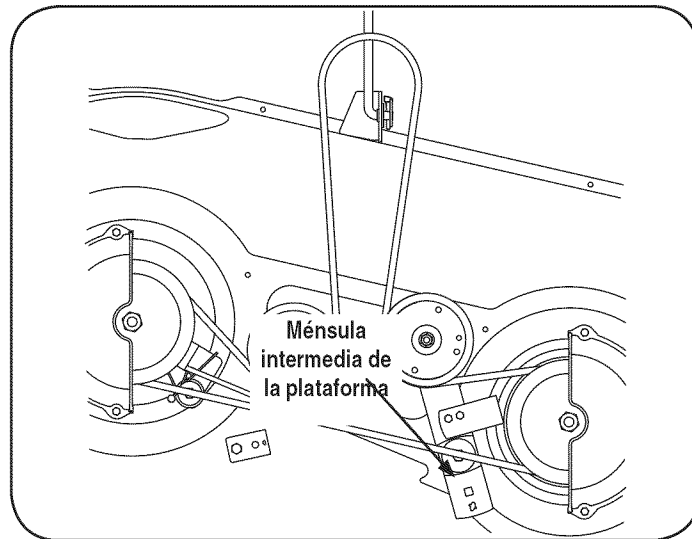

Figura 11
**NOTA:** De haber mucha tensión sobre la correa como para poder sacarla fácilmente del embrague eléctrico de la PTO, inserte cuidadosamente una llave de apriete de trinquete de 3/8 de pulgada (en posición de aflojar) en el orificio cuadrado que se encuentra en la ménsula intermedia de la plataforma y gírela hacia la izquierda del tractor para liberar la tensión de la correa. Vea la Figura 11.